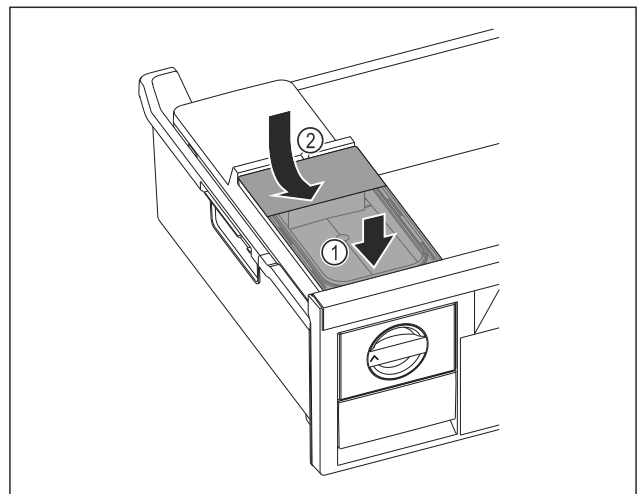

Fig. 101
- Collegare il serbatoio dell'acqua alla parte anteriore. Fig. 101 (1)
- Abbassare il serbatoio dell'acqua posteriore. Fig. 101 (2)